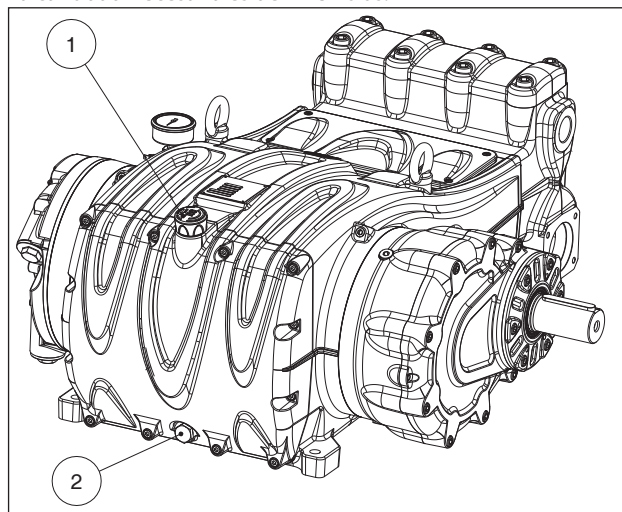

Fig. 3
Controlar el nivel de aceite utilizando la varilla específica de nivel con marcas de mínimo y máximo ①, Fig. 3 y añadir aceite si es necesario.
Para controlar de manera correcta el nivel del aceite, la bomba debe estar a temperatura ambiente. El cambio de aceite se debe realizar con la bomba a temperatura de trabajo, quitando el tapón pos. ②, Fig. 3.